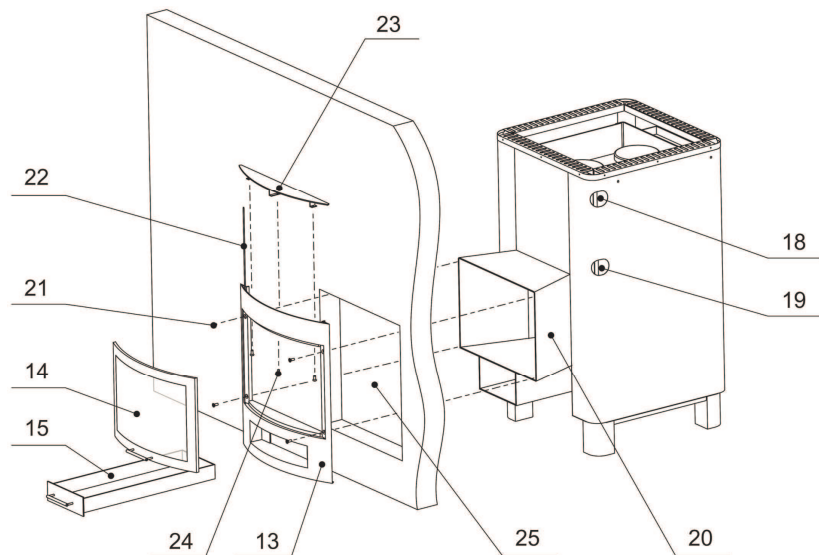

Рис. 3
Печь устанавливается путем просовывания ее “шейки” (20) (см. рис. 3, 4) через специально оставленное для этой цели отверстие в стене (24).
- минимальное расстояние между печью и стенами бани показаны на рис. 3, 4;